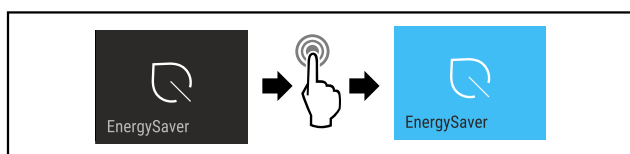

Fig. 16
- Proved'te akční kroky (viz Fig. 16) .